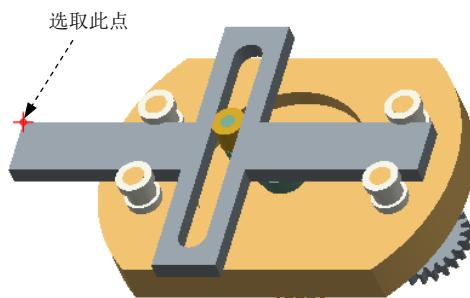
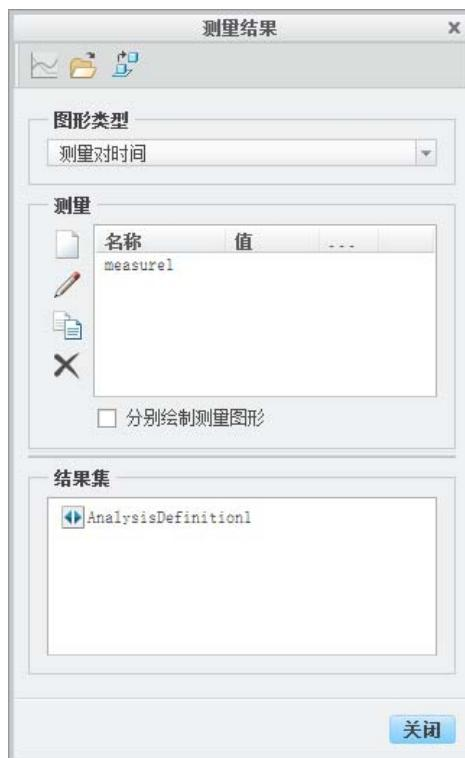

图 9.4.37 选取参考点
图 9.4.38 “测量结果”对话框
(1) 选择命令。单击 **机构** 功能选项卡 **分析** ▾ 区域中的“测量”按钮 ，系统弹出“测量结果”对话框。
(2) 新建一个测量。单击 按钮，系统弹出“测量定义”对话框，在该对话框中进行下列操作：
① 输入测量名称，或采用默认名。
② 选择测量类型。在 **类型** 下拉列表中选择 **位置** 选项。
③ 选取参考点。选取图 9.4.37 所示的点为测量参考点。
④ 选取评估方法。在 **评估方法** 下拉列表中选择 **每个时间步长**。
⑤ 单击“测量定义”对话框中的 **确定** 按钮，系统立即将 measure1 添加到“测量结果”对话框的列表中（图 9.4.38）。